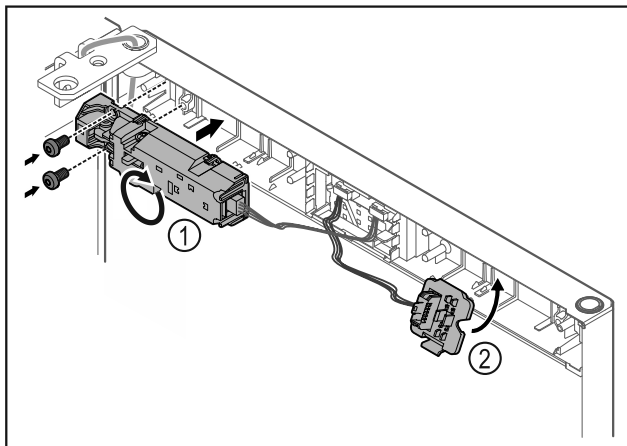

Fig. 22
- ▶ Rotiți încuietoarea de la distanță Fig. 22 (1) cu 180° și fixați-o pe partea opusă.
- ▶ Fixați în poziție suportul fișei Fig. 22 (2) pe partea opusă.